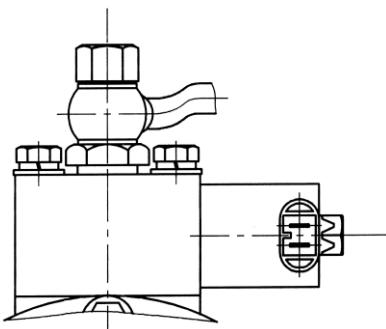

Рис. 46. Клапан электромагнитный
- Электромагнитный клапан КЭМ 32-10 (рис. 46), установленный на корпусе привода вентилятора.